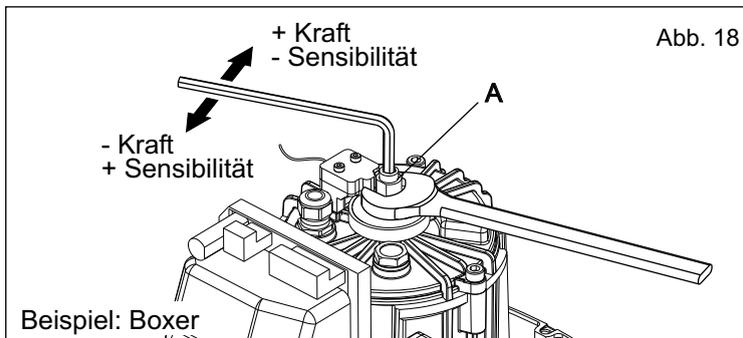

Abb. 18
- Stift "A" (Abb. 18) wie folgt drehen: